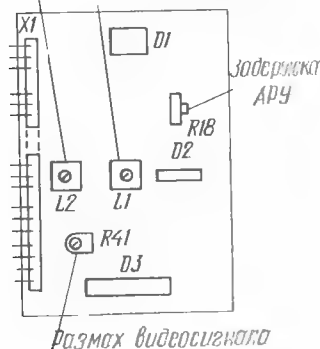
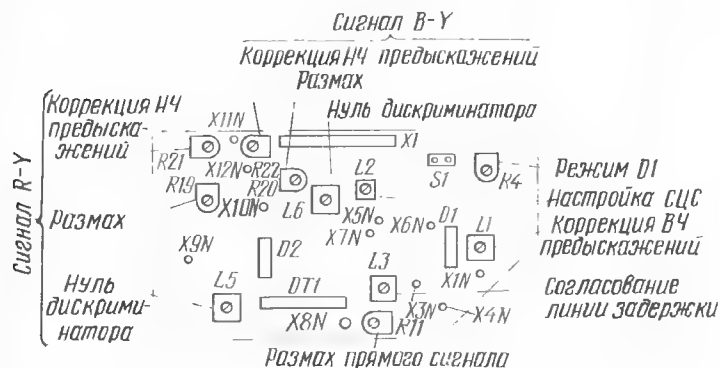

Рис. 4
Рис. 6
Субмодуль радиоканала СМРК-2 (A1.3) регулируют в тех случаях, когда ремонт телевизора сводился к замене самого субмодуля, микросхемы D2 в нем, резистора R18 и некоторых других элементов. Расположение органов регулировки субмодуля показано на рис. 4.
R18 при необходимости устанавливают напряжение АРУ на контакте 14 соединителя субмодуля таким, чтобы на изображении при приеме на всех поддиапазонах отсутствовали шумы, искривления вертикальных линий и затемнение в верхней части раstra. Подстроечный резистор R41 необходим для установки размаха видеосигнала на контакте 7 соединителя субмодуля или на входе модуля цветности (A2), т. е. на контакте 2 соединителя X6(A2). Размах видеосигнала цветных полос должен быть не менее 1,3 В (без учета синхроимпульсов), его осциллограмма 1 изображена на рис. 4 и 5 в [1]. Ука-
Модуль (A2) и субмодуль (A2.1) цветности регулируют после замены их самих или некоторых деталей в них (в основном микросхем и катушек). Расположение органов регулировки и некоторых элементов на субмодуле цветности СМЦ-2 показано на рис. 6.
точках модулей должны наблюдаться осциллограммы 7—9 соответственно, изображенные на рис. 4 в [1]. Подстроечными резисторами R53, R51, R52 модуля МЦ-2 или R54, R59, R64 модуля МЦ-3 устанавливают в каждой контрольной точке уровень черного в пределах 120...130 В относительно нулевой линии развертки.
экране при этом должна появиться осциллограмма 7 «красного» сигнала (R), как на рис. 4 в [1]. Подстроечным резистором R19 субмодуля (см. рис. 6) выравнивают амплитуды обоих широких прямоугольных импульсов, а подстроечным резистором R21 добиваются их наилучшей формы по минимуму выбросов и длительности фронта и спада.
(см. рис. 6) выравнивают амплитуды четырех прямоугольных импульсов в «синем» сигнале (В), как на осциллограмме 9 на рис. 4 в [1], а подстроечным резистором R22 добиваются их наилучшей формы. После этого проверяют форму «зеленого» сигнала (G) на контрольной точке X24N модуля МЦ-2 или XN9 в МЦ-3. Она должна соответствовать осциллограмме 8 того же рисунка.